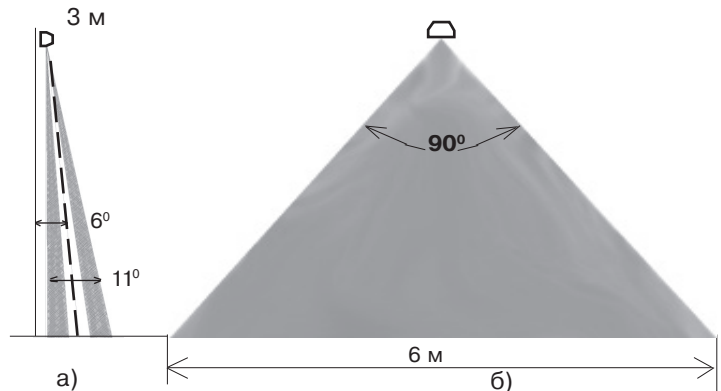

Рисунок 2
7.1. Проверку зоны обнаружения (рисунок 2) производить следующим образом: